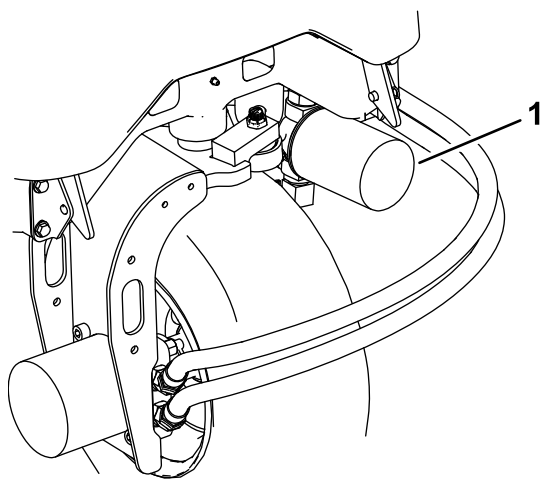

图 62
3. 清洁滤芯安装区周围的区域在滤芯下面放置一个放油盘然后拆下滤芯 图 62。
2. 断开液压管线与油箱的连接或卸掉液压油滤芯让液压油流入放油盘图 62和图 63。